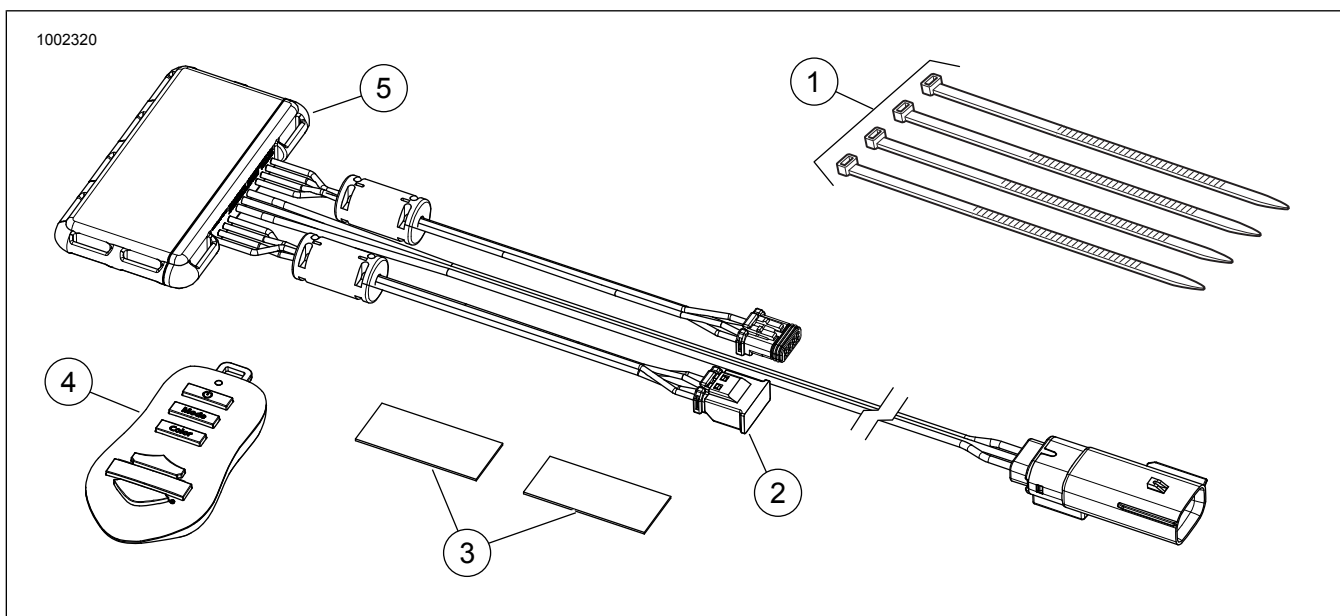

Figura 2. Parti di ricambio, kit dispositivo di controllo Spectra Glo
Figura 2 e Tabella 1 .
5. Figura 2 Selezionare una posizione adatta per il montaggio del dispositivo di controllo (5) sotto la sella o dietro il coperchio di sinistra. Utilizzare il nastro biadesivo (3) in dotazione nel kit o le fascette fermacavi (1).